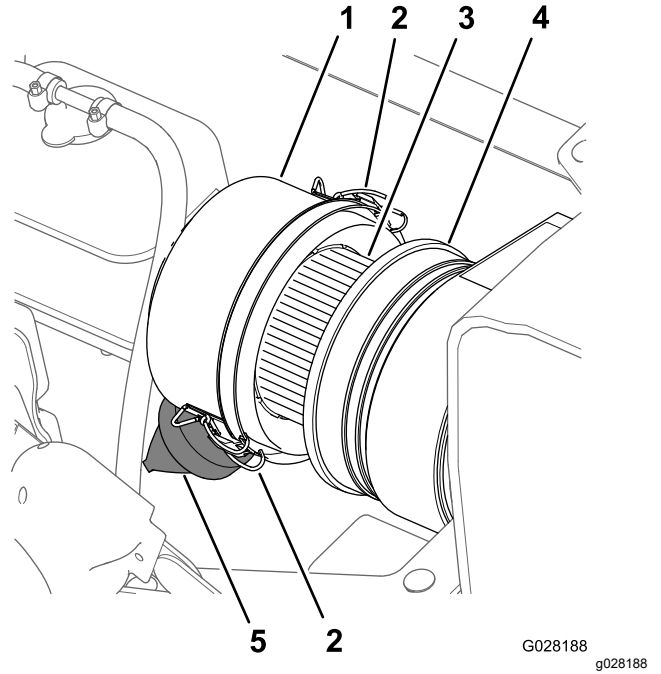
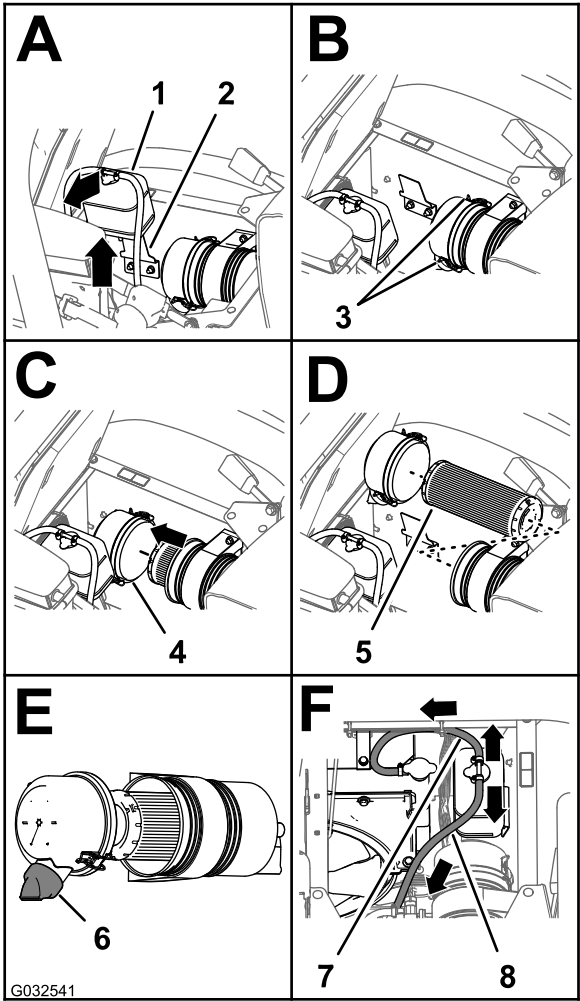

图 64
图 65
3. 清洁防尘盖和空气滤清器壳体图 64。
4. 检查空气滤清器壳体是否存在可能导致空气泄漏的损坏图 64。
5. 挤压防尘阀清除污物、灰尘和杂物 (图 64)。
7. 检查空气滤清器滤芯是否积聚了过多灰尘、污物和杂物图 64。
8. 将防尘盖安装到空气滤清器壳体上使用 2 个搭扣固定防尘盖图 64。
- 2. 清洁防尘盖和空气滤清器壳体 图 64。
- 3. 向上提起冷却液溢流罐并将其移离溢流罐支撑架 图 65。
- 4. 松开将防尘盖固定至空气滤清器壳体的 2 个搭扣 图 65。
- 6. 用湿抹布将防尘盖、空气滤清器壳体和防尘阀内部擦拭干净 图 64和图 65。
- 7. 将空气滤清器滤芯插入空气滤清器的壳体 图 65。
- 8. 将防尘盖安装到空气滤清器壳体上使用 2 个搭扣固定防尘盖 图 65。
注意 确保从尾端看时防尘阀在 57 点钟位置是对齐的 图 65。
- 9. 将冷却液溢流罐与溢流罐支撑架对齐稳固放置溢流罐 图 65。
重要事项 确保压力释放软管向前下方伸出溢流罐通风软管向后方伸出如 图 65 所示。